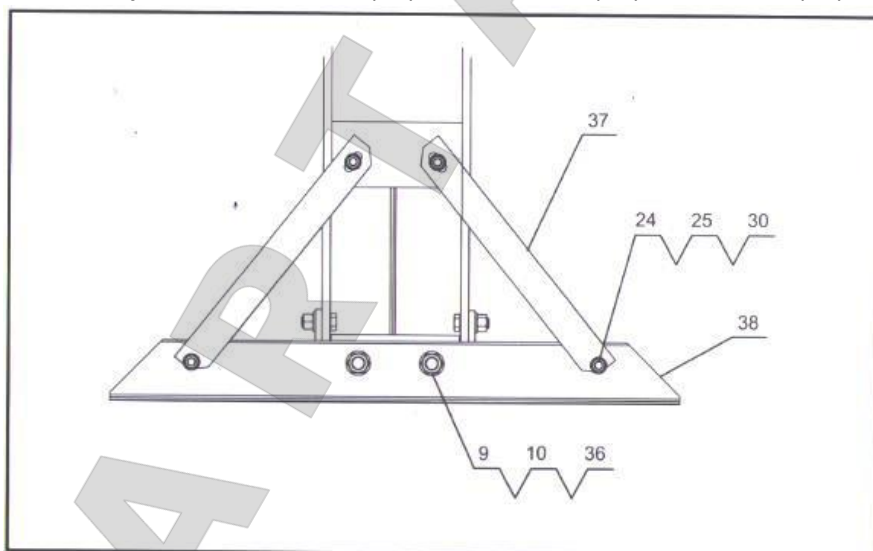

Рис.1
2. Сдвиньте опорные уголки основания стоек (38) под стойки рамы. Совместите отверстия и вставьте болты (36) в стойки, опорные уголки затем вставьте шайбы (9) и закрутите гайки (10). Закрепите боковые растяжки (37) на стойках рамы и опорных уголках болтами (30), с шайбами (24) и гайками (25). См. рис. 1.